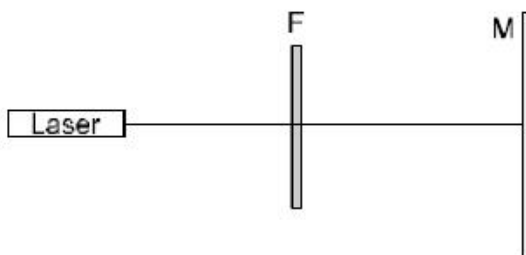

Fig. 10 Demonstration der Absorption von Licht mittels Farbfiltern (F = Farbfilter, M = Mattglasschirm)
- Experimentellen Aufbau gemäß Fig. 10 durchführen.